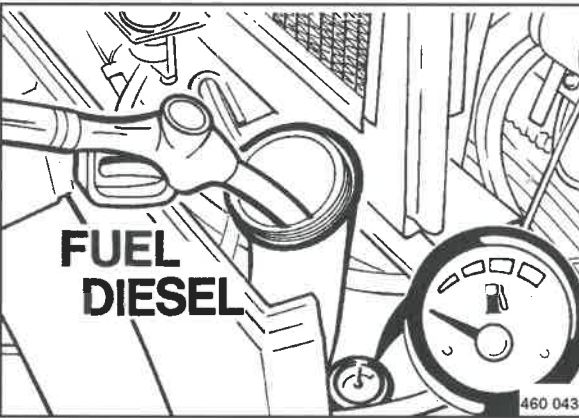

Fig. 88
- Controllare il livello del carburante sull'indicatore carburante (Fig. 88)